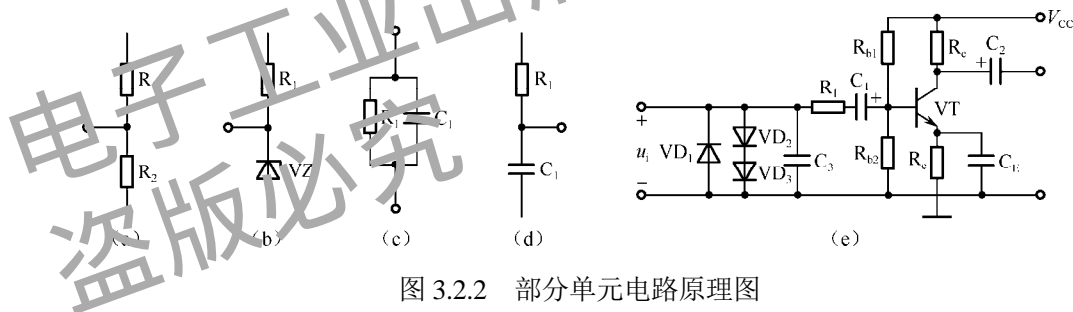

图 3.2.2 部分单元电路原理图
(1) 先要熟悉单元电路，如基本整流电路、滤波电路、放大电路、分压式偏置电路等，为识读复杂电路奠定基础。
(2) 对电路原理图的分析主要包括找出各单元电路在电路原理图中的位置、明确单元电路的类型、直流工作电压供给电路分析、交流信号传输分析。直流工作电压供给电路分析一般从右向左进行，对某一级放大电路的直流电路进行分析的方向是从上而下。交流信号传输分析一般从左向右进行。
(3) 能正确分析各分立元件在电路中的作用，如电阻器在电路中主要起限流、分压、产生电压降等作用。电阻器与电阻器串联并从中间引出抽头，一般情况下是为了进行分压，如图 3.2.2 (a) 所示；电阻器与稳压二极管串联是为了限制通过稳压二极管的电流，如图 3.2.2 (b) 所示；电阻器与电容器并联，电阻器构成电容器放电的回路，用于确定放电时间，如图 3.2.2 (c) 所示；电阻器与电容器串联组成微分电路，如图 3.2.2 (d) 所示；在图 3.2.2 (e) 所示的放大电路中，与三极管基极相连的电阻器作为三极管基极偏置电阻，与三极管集电极串联的电阻器作为集电极负载电阻，与发射极串联的电阻器作为发射极电阻。
电容器在图 3.2.2 (e) 所示放大电路中的主要作用是储能、滤波、耦合信号等，它的特点是通交流、隔直流。电容器与三极管放大电路的输入端、输出端连接时，电容器起输入、输出耦合作用；电容器与三极管的发射极串联时，起交流旁路作用。
二极管在图 3.2.2 (e) 所示的放大电路中的主要作用是整流，与三极管放大电路的输入信号并联接入三极管的基极， VD_1 、 VD_2 、 VD_3 起输入电路限幅和钳位作用。
三极管 VT 在图 3.2.2 (e) 所示的放大电路中的主要作用为放大信号，在模拟电路或数字电路中有时还起开关作用，工作在截止和饱和两种状态下。